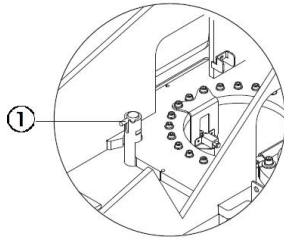

Abbildung 10-1 Drehtisch-Verriegelungsstift
- 6) Stellen Sie vor dem Transport sicher, dass der Drehtisch wie in Abbildung 10-1 gezeigt mit der Drehtischverriegelung fixiert wurde. Stellen Sie sicher, dass der Drehtisch vor dem Betrieb entriegelt wird.
- 1) Bei jedem Transport der Maschine muss der Drehtisch wie in Abbildung 10-1 gezeigt mit dem Drehtisch-Verriegelungsstift